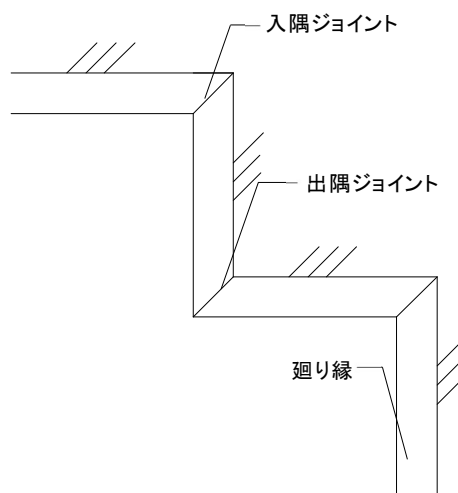

図2-2-3 廻り縁の取付け①(廻り縁の出隅、入隅)
- ③切断時は金切り鋸を用いて切断し、切断部分はヤスリ(細目)にて面合わせをすること。
- ④廻り縁のジョイント部は必ず専用の廻り縁ジョイントを使用し、出隅および入隅については、廻り縁を約 45 度で切断して廻り縁ジョイント(出墨、入墨ジョイント)により接続すること。(図 2-2-3、図 2-2-4 参照)